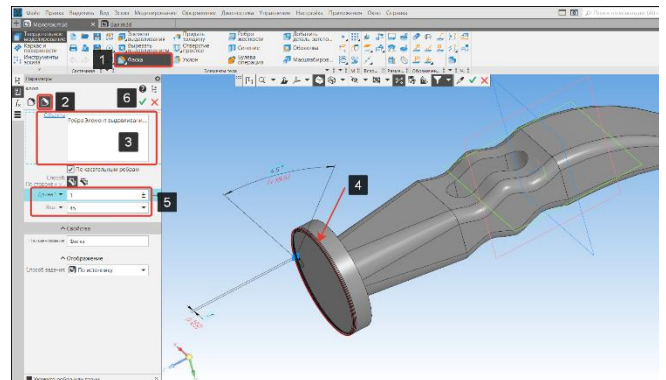

Рисунок 168 – Команда фаска
- В панели элементы тела выберем команду скругление (1) подоперация фаска (2) (Рисунок 168);
- Укажем грани (4), на которых необходимо снять фаски. В окне объекты отобразятся все выбранные грани (3) (Рисунок 168);
- В строках длина и угол (5) зададим значения фаски: 1x45° (Рисунок 168);
- Нажмем кнопку Завершить операцию (6) (Рисунок 168);